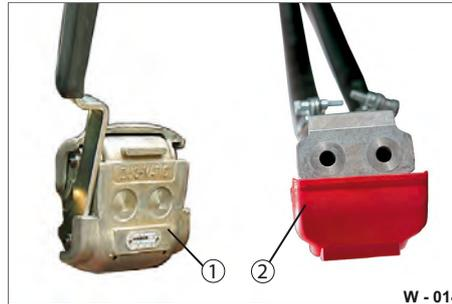

Abb. 49 Kupplungskopf, zerlegt
- ▶ Dichtflächen des Kupplungskopfes (Abb. 49/2) und des Kupplungsgegenstücks (Abb. 49/1) am Zugfahrzeug mit sauberen, trockenen Lappen reinigen.